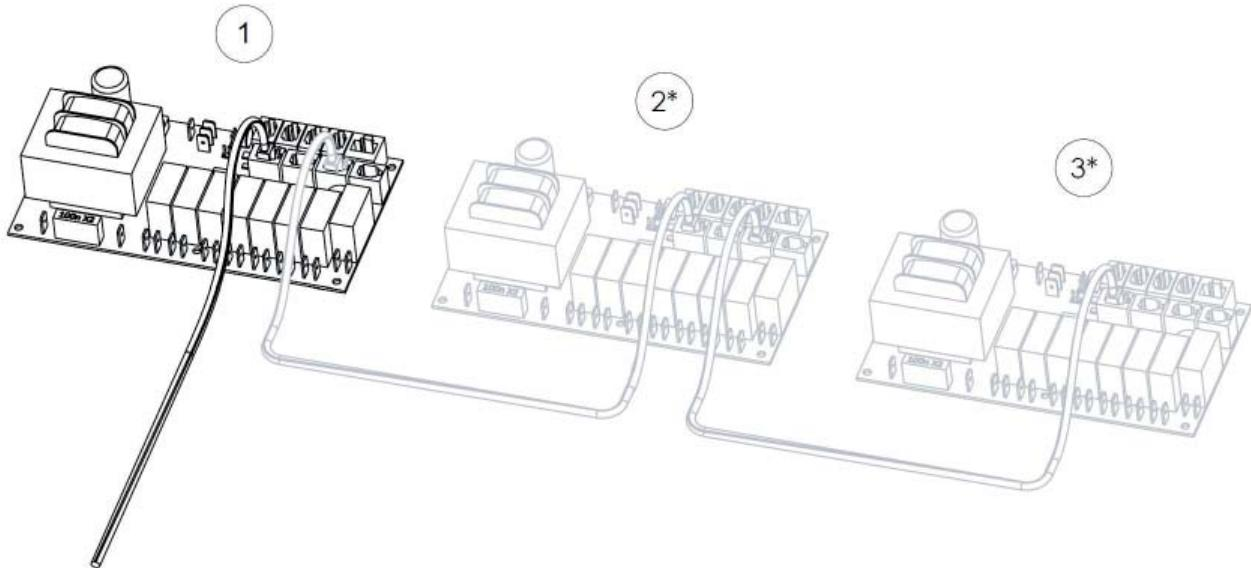

Abb. 16
Die Verbindungen zwischen den Erzeugern erfolgt über ein Niederspannungskabel (4-adrig) und einen RJ10-Stecker, (Abb. 16.) Weitere Informationen zur Anschlussbelegung finden Sie im Abschnitt „Beschreibung des Modularsteckers“ (Abb. 17).
Während der Wartung eines Dampferzeugers können die anderen in Betrieb bleiben. Ein als Sekundärerzeuger eingerichteter Dampferzeuger wird abgeschaltet, indem das Kabel von den Leiterplatten abgezogen wird. (Abb. 16)
2. Ziehen Sie das Kabel ab, das die Leiterplatten verbindet (Abb. 16).